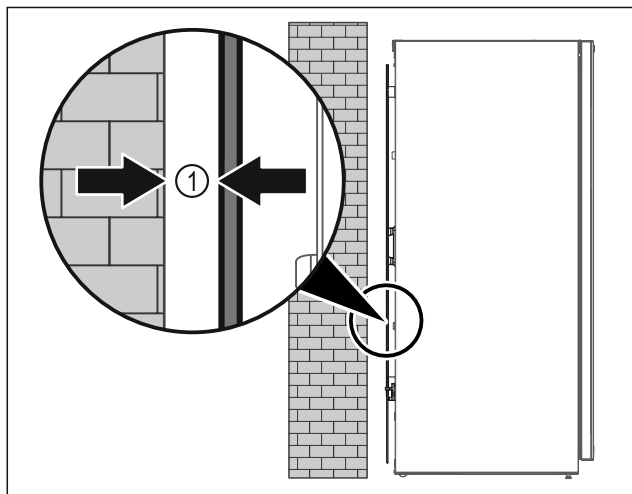

Fig. 8
► Zariadenie inštalujte voľne v priestore alebo priamo na stenu v minimálnej vzdialenosti 5 mm Fig. 8 (I).